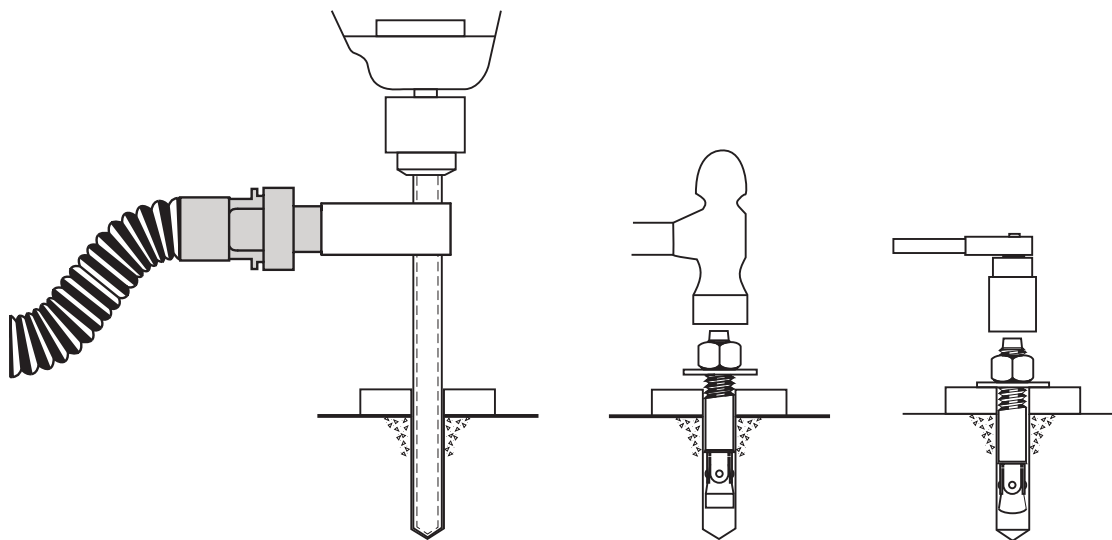

Fig. 4
Percez des (14) trous de 19 mm (3/4") de diamètre dans le sol en béton en utilisant les trous de la plaque de base de la colonne comme guide. Voir Fig. 4 et 5 pour les exigences de trou.